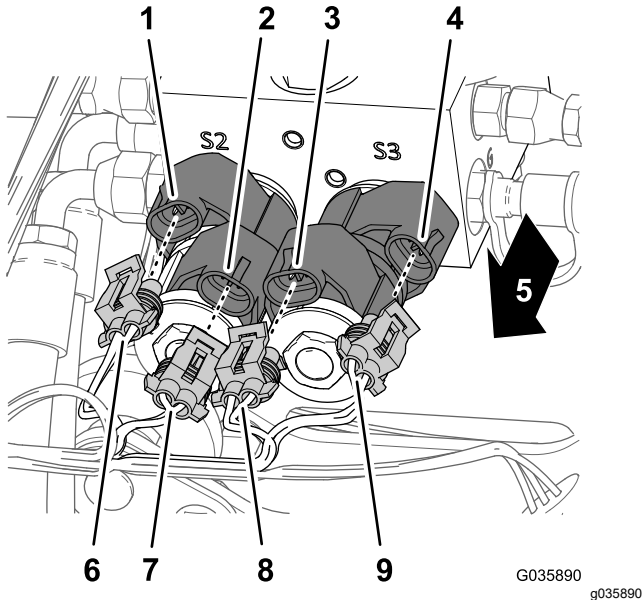

Figure 26
1. À l'avant du collecteur des vérins de levage, branchez les 4 connecteurs du faisceau de la rampe sonique aux solénoïdes de commande de levage des rampes, comme montré à la Figure 26.